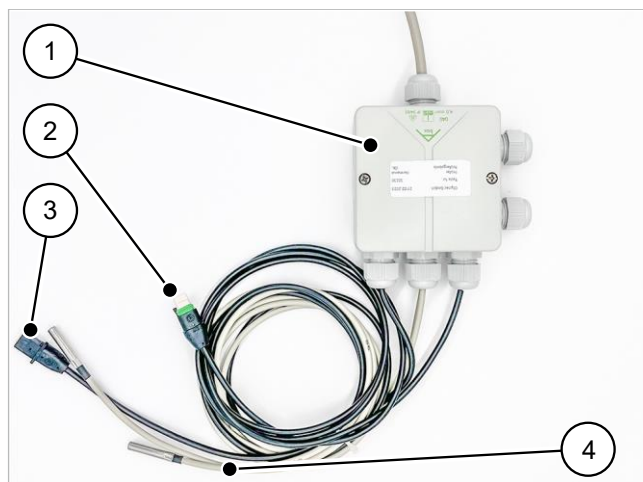

Abb. 1: Anschlussdose für SÜS-5,5
Abbildung 1 zeigt die Anschlussdose (1) mit den ab Werk angeschlossenen Steuerkabeln. Sie wird neben die Solarwärmeübergabestation montiert. Über diese